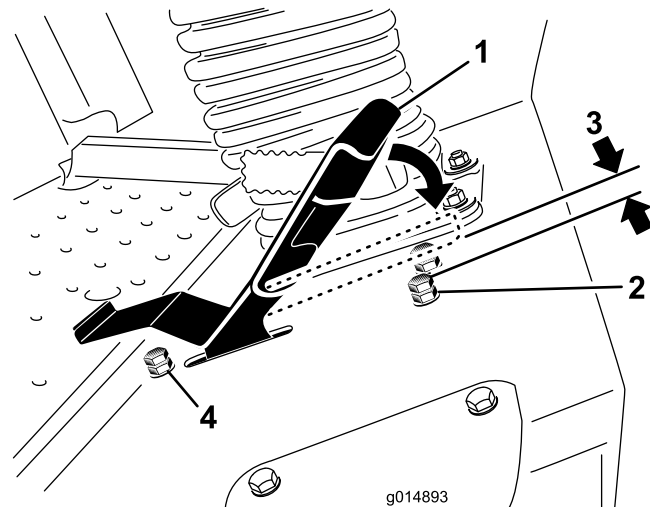

図 39
3. 走行ペダルのストップボルトについているジャムナットをゆるめる (**図 39**)。